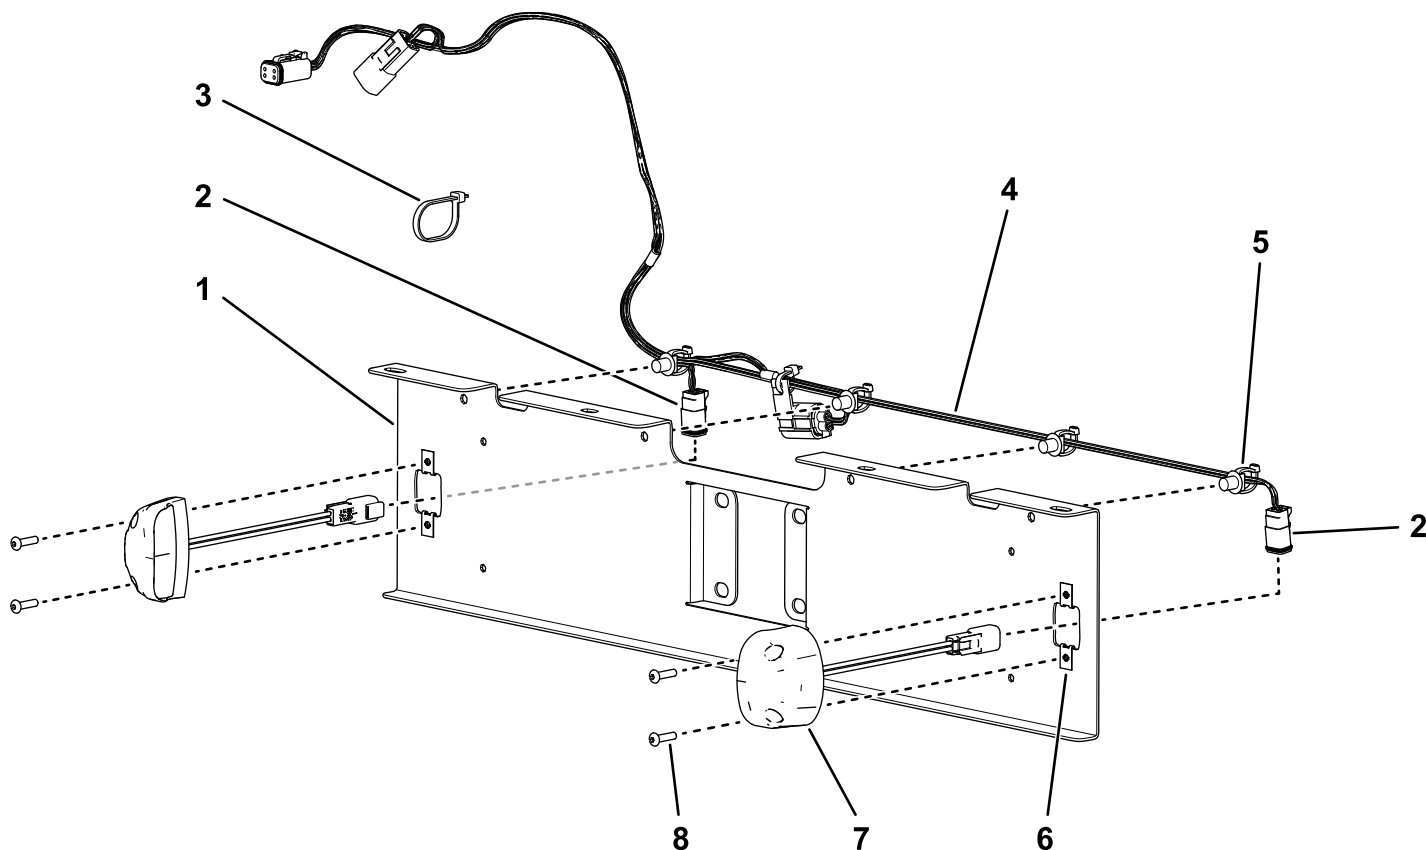

図 1
1. ナンバープレート用ワイヤハーネスを、ナンバープレート用ブラケットの上辺に沿って配設する。大きいコネクタ2個とヒューズは左側に配置する 図 1。
2. ワイヤハーネスを、ナンバープレートブラケットに固定するハーネスについている押し込みファスナー4本をブラケットの穴に押し込んで固定する 図 1。
3. ハーネスについているコネクタをブラケットの左右どちらかの大きい穴に通し、それぞれのナンバープレートランプに接続する 図 1。
4. ブラケットにランプを固定する六角ソケットヘッドボルト#10 x 1"4本とクリップナット4個を使用して 図 1 のように取り付ける。